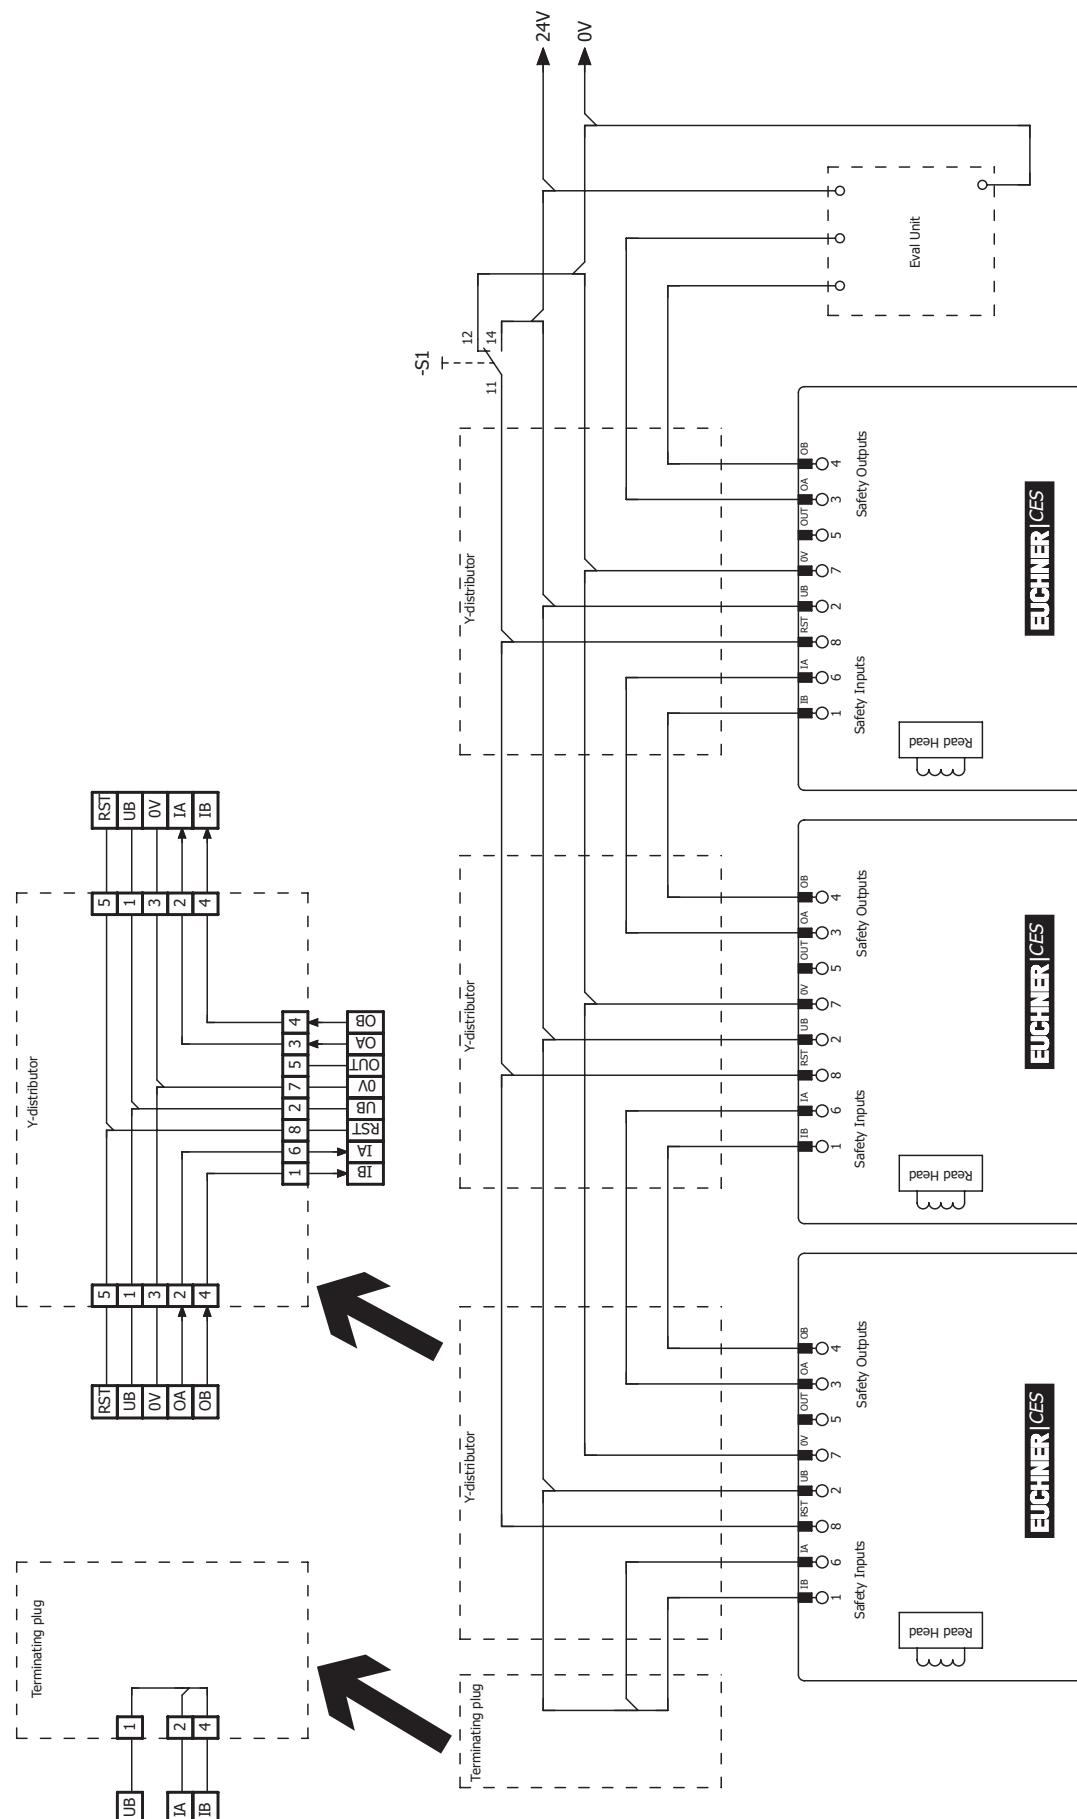

Fig. 4: Ejemplo de conexión en serie con restablecimiento (reset) y conmutador
- Debe utilizarse una señal común para todos los interruptores de la cadena. Puede tratarse de un conmutador, pero también se puede utilizar la salida de un sistema de control. No deben utilizarse pulsadores, ya que el restablecimiento (reset) debe estar siempre conectado a GND durante el funcionamiento (véase el interruptor S1 en la Fig. 4 en la página 18).
Para que esto sea posible, la entrada RST debe conectarse como se muestra en la *Fig. 4 en la página 18*.